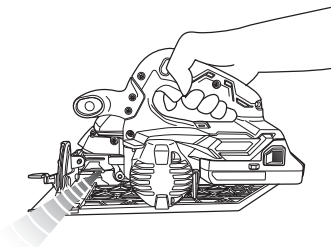

Fig. 24
- Messages d'alerte par témoin DEL (Fig. 24)